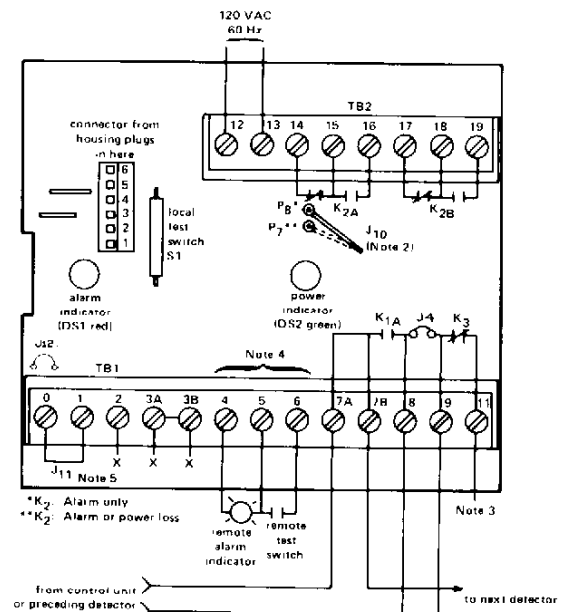

Figure WD14: Model 609U24
- n. 609U24 Wiring Diagram—Figure WD14